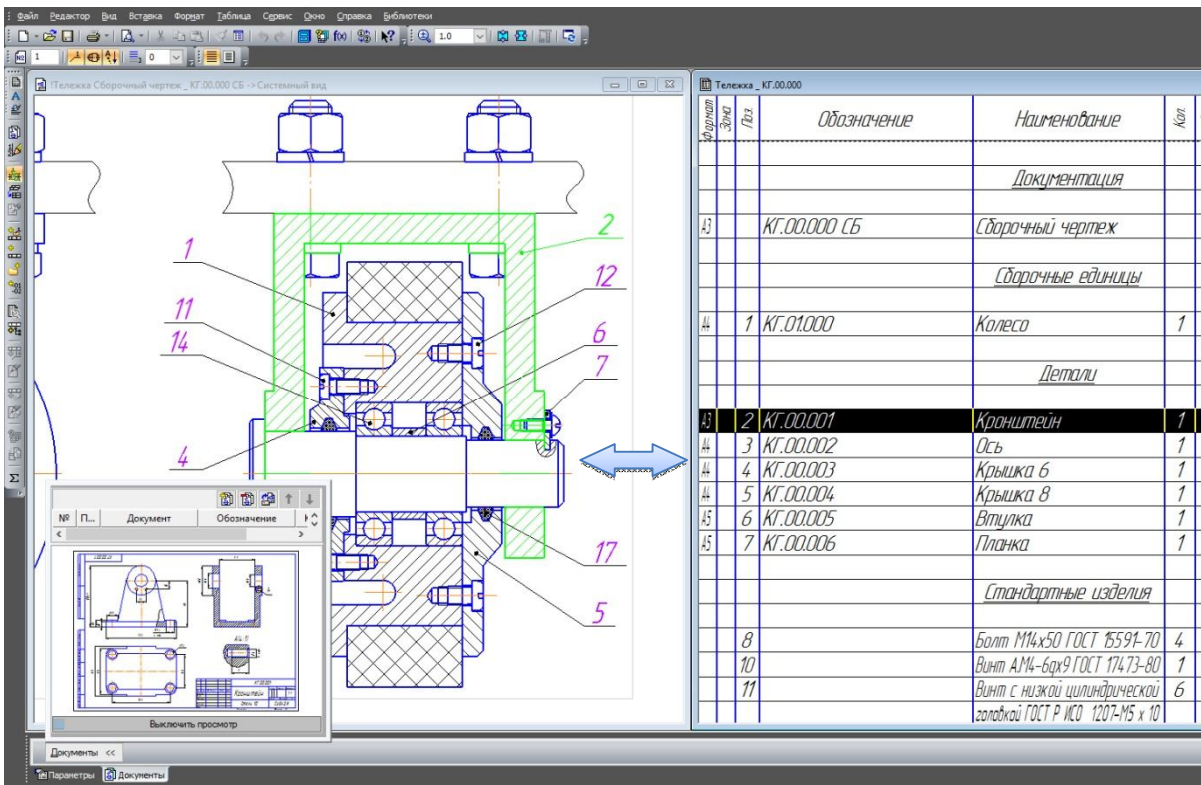

Рис. 5.11. Просмотр документов
- Нажмите кнопку «Документы»  на панели свойств. В окне «Документы» будет отображаться список подключенных к объекту документов и сами документы (рис. 5.11).